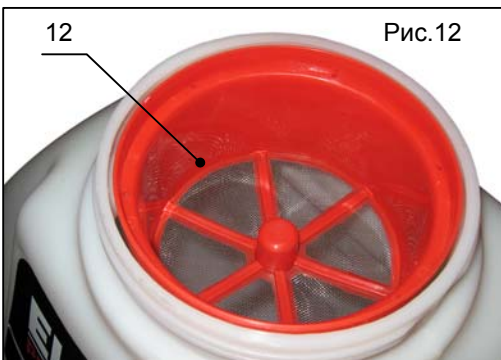

Рис.12
2. Залейте необходимый химический раствор в бак. Заливайте раствор обязательно через фильтр (поз.12, рис.12), чтобы не попали твердые частички, которые могут забить распылитель.